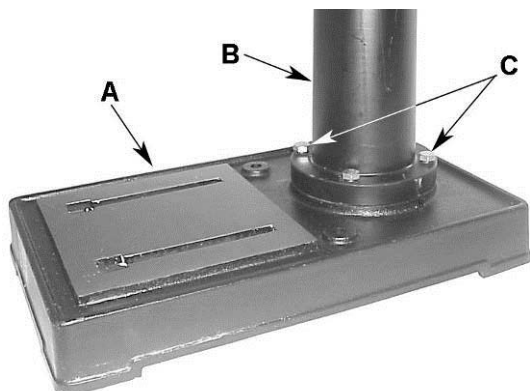

Figura 1
Viendo la Figura 1:
1. Coloque la *base* (A) en un piso nivelado.
2. Coloque el *ensamblaje de la columna* (B) en la *base* (A) y alinee los orificios en el soporte de la columna con los orificios en la base.
3. **Nota:** La columna ilustrada en la Figura 1 es para el modelo JDP-15MF. Mientras que la columna del modelo JDP-15M tiene una apariencia ligeramente diferente, el proceso de ensamblaje es el mismo.
4. Usando una llave de 17 mm, asegure la *columna* (B) a la base con cuatro *tornillos de cabeza hexagonal M10 x 40* (C).